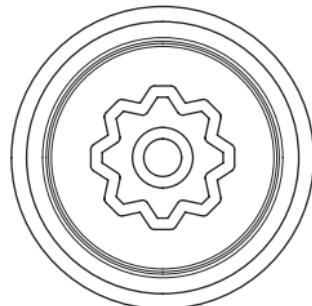

Abb. 13
- Auswahltaste, siehe Abb. 13.